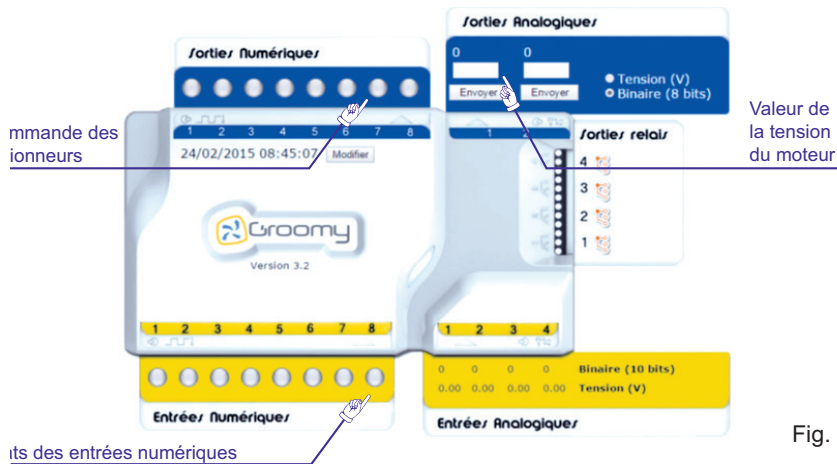

Fig. 13
- On obtient l'interface (figure 13).
- d- Cliquer, dans la partie commande des actionneurs (figure 13), sur le bouton 8 . Saisir (2) dans la zone "valeur de la tension";